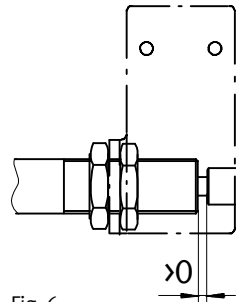

Fig. 6
- Vérifier si l'amortisseur respecte également les cotes de contrôle en cours de fonctionnement selon les figures 6 et 7.